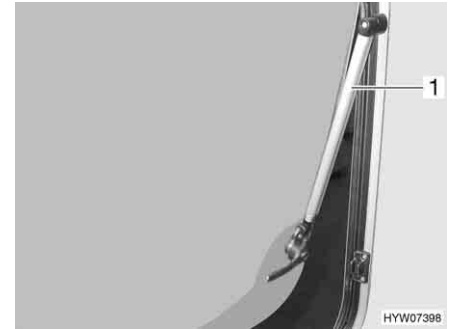

Fig. 50 Finestra apribile con deflettore automatico
- Finestra apribile con deflettore automatico: Aprire la finestra apribile fino al punto di arresto desiderato. Il deflettore automatico (Fig. 50,1) si innesta automaticamente in posizione.